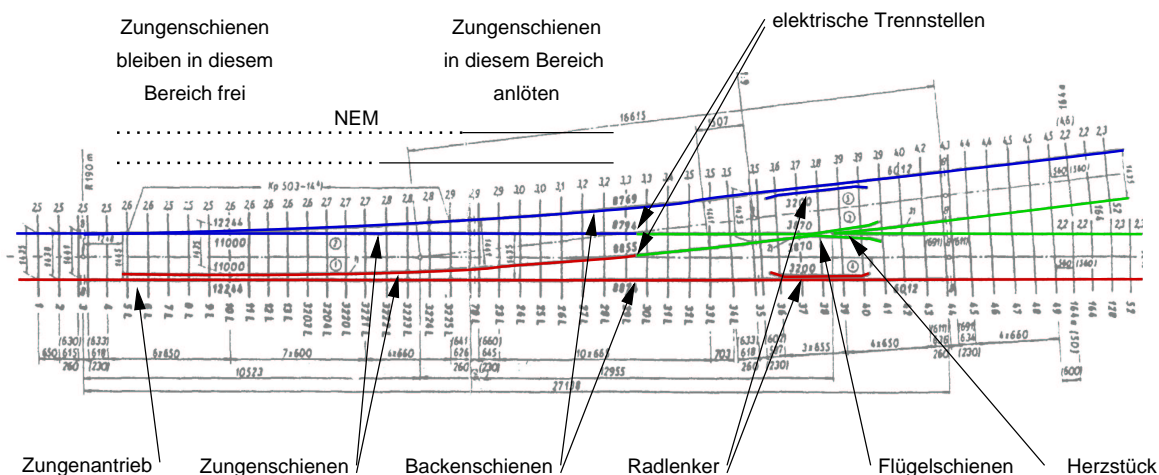

Abbildung 2: Weichenplan
Die Löcher zum Montieren der Schablone und der Schwellenzwischenraum wo der Antrieb auf die Zungen einwirkt, sind frei zu halten (s. Abbildung 2 auf der vorherigen Seite). Das vorzeitige Einschottern bedingt ein sauberes Auflöten der Schienen. Es ist zu überprüfen ob Lötzusätze den Schotter verändern können. Mit SMD-Lötpaste ist ein sauberes Arbeiten gut möglich.
5. Nun wird der Schwellenzwischenraum zwischen erster und zweiter Gleitplatte im Bereich des Zungenantriebs zwischen den Schienen mit einem Fräser entfernt. Der betreffende Schwellenzwischenraum ist in Abbildung 2 auf Seite 5 mit dem Pfeil »Zungenantrieb« gekennzeichnet.
Die Länge ist so zu bemessen, dass die Zunge kurz vor den Gleitplatten anfängt und aufhört, bevor die beiden Zungen auf einer gemeinsamen Cu-Platte verlötet werden. Dies dient der elektrischen Trennung (siehe Abbildung 2 auf Seite 5). Man fertigt sie aber besser zunächst länger an und kürzt die Zunge erst dann, wenn die Zungenspitze fertig bearbeitet ist. So kann man auch an der Spitze noch etwas abtrennen bis einem die Spitze gefällt und die Zunge gut anliegt
Die Position dieser Bearbeitungsstelle (»B«) liegt vor der letzten Lötstelle (siehe Abbildung 2 auf Seite 5). Diese Stelle sollte man beim Bau einer N Weiche vom Vorbild übernehmen.
2. Festen Bereich der Zungenschiene anlöten. Siehe Abbildung 2 auf Seite 5.; Schablone ausbauen;
4. Das Stellplättchen für den Zungenantrieb unter dem Rost (Abbildung 2 auf Seite 5) montieren. Diese besteht aus einem rechteckigen Platinenrest (ca.  $5 \times 12$  mm). Die Cu-Schicht wird zur elektrischen Trennung in der Mitte entfernt. Dann werden mehrere 0,5 mm-Lochpaare in die beiden Cu-Plättchen in leicht unterschiedlichen Abständen von ca.  $7 \text{ mm} \pm 0,5$  in dieses Cu-Plättchen gebohrt. Auf den beiden Cu-Plättchen lassen sich die Stelldrähte nun anlöten. Dabei steckt man sie durch ein Lochpaar, dass das gewünschte Rillenmaß ergibt. Die 0,5 mm-Löcher ergeben auch noch etwas „Luft“ zum Einstellen der Zungenablage. Die abliegende Zunge soll etwas mehr als die nötige Rillenweite abliegen. Die Stelldrähte auf der Unterseite kürzen. Die Stellschwelle soll man sofort nach